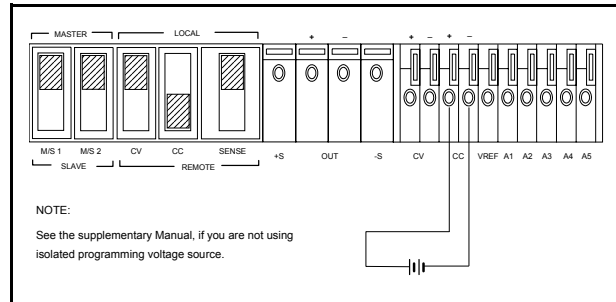

図7. リモート電圧プログラミング、定電流
**リモート・プログラミング、定電流。** 図7は、出力電流のリア・パネル・スイッチ設定および端子接続を示しています。リモート・プログラミング電圧で1Vdc変更すると、出力電流(電流増幅率)は次のように変更されます。E3614A:0.6Adc、E3615A:0.3Adc、E3616A:0.17Adc、E3617A:0.1Adc